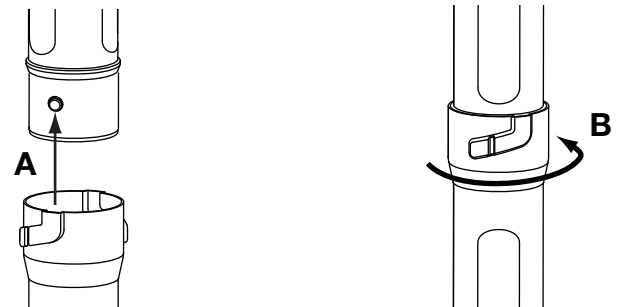

Fig. 4
4. Alinee la ranura de tope en el extremo del segundo tubo inferior de la sopladora con el tope del extremo inferior del primer tubo inferior de la sopladora (Fig. 4, A).
5. Inserte el tope del primer tubo inferior de la sopladora en la ranura de tope del segundo tubo inferior de la sopladora (Fig. 4, A).
6. Haga girar el segundo tubo inferior de la sopladora alrededor del primer tubo inferior de la sopladora hasta que el tope del segundo tubo inferior de la sopladora caiga en su lugar (Fig. 4, B).